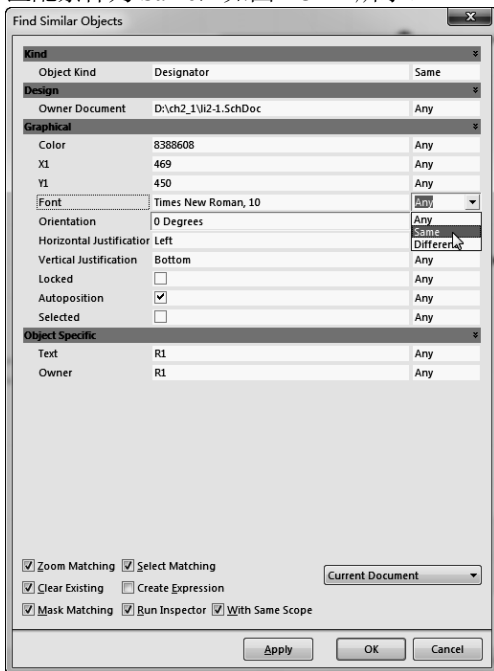

图 2-3-12 Find Similar Objects 对话框
① 将鼠标指针移至任意元器件标号上并右击，在弹出的菜单中选择 Find Similar Objects 选项，系统弹出 Find Similar Objects 对话框，在 Font 栏目中选择匹配条件为 Same，如图 2-3-12 所示。